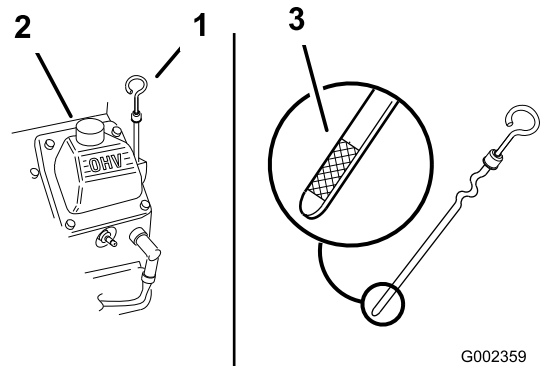

Bild 21
3. Reinigen Sie den Bereich um den Ölpeilstab (Bild 21), damit kein Schmutz in den Einfüllstutzen gelangen und den Motor beschädigen kann.
4. Schrauben Sie den Ölpeilstab heraus und wischen Sie das Metallende ab (Bild 21).
5. Schieben Sie den Ölpeilstab vollständig in das Einfüllrohr (nicht in das Rohr einschrauben) (Bild 21).
6. Gießen Sie ca. 80 % der angegebenen Ölmenge langsam in den Einfüllstutzen (**Bild 21**).